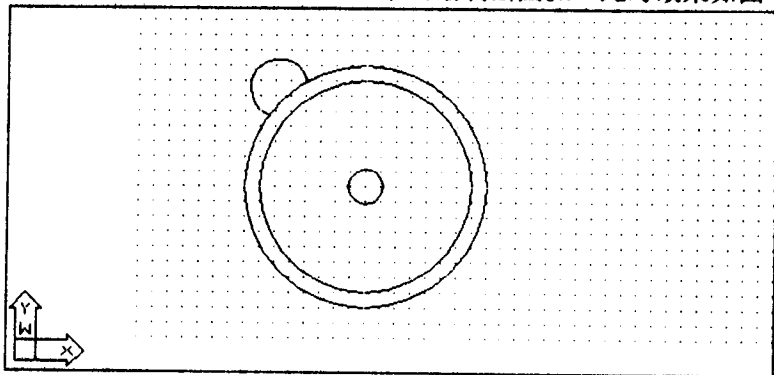

图 1-2-4 一只闹铃
(5) 绘制闹钟的闹铃,我们先绘制出左边的铃,再利用对称性复制命令 mirror 绘出右边的铃。单击工具条上的图标或直接从命令行输入圆弧绘制命令 arc。缺省方式下,系统以三点的坐标来确定一段圆弧。系统首先提示输入圆弧的起点坐标,在闹钟轮廓圆的左上部圆上的合适位置单击确定出圆弧起点。系统继续提示输入圆弧的第二点,这一点是圆弧必须经过的,同样在轮廓圆的左上方圆外部合适的地方单击鼠标,确定出圆弧的第二点。系统最后要求输入圆弧的终点,在绘图区域移动鼠标,可以看到一条圆弧随鼠标改变,在轮廓圆上找到恰当的一点作为圆弧的终点,单击绘制出圆弧。此时效果如图 1-2-4 所示。